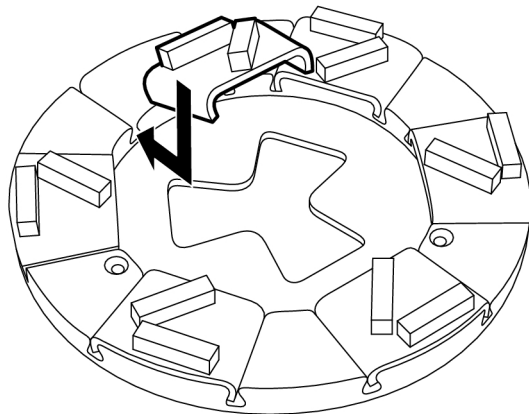

Bild 4-11. Montering av slipverktyg
1. För slipverktyget snett uppifrån ner i avsett styrspar på verktygshållaren, se Bild 4-11, sidan 22. Skjut därefter in verktyget helt i styrspar.
2. För ner det nya slipverktyget snett uppifrån ner i avsett styrspår på verktygshållaren, se Bild 4-11, sidan 22. Skjut därefter in verktyget helt i styrspåret.